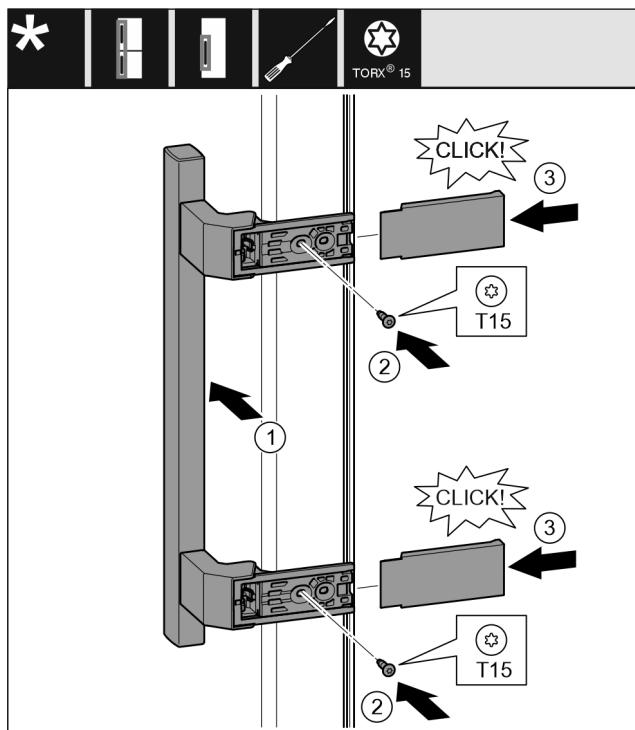

Fig. 20
- Nasadte madlo na protilehlé straně. Fig. 20 (1)
- Šroubovákem T15 pevně utáhněte šrouby. Fig. 20 (2)
- Z boku nasadte a nasuňte kryty. Fig. 20 (3)